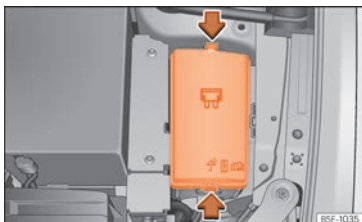

Fig. 51 No compartimento do motor: tampa da caixa de fusíveis.
- Pressione as patilhas de bloqueio para desbloquear a tampa da caixa de fusíveis » » **Fig. 51.**